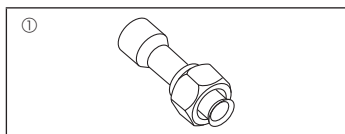

Fig. 1-1
1.6. Tilbehør til udvendig enhed (Fig. 1-1) (SHW230)